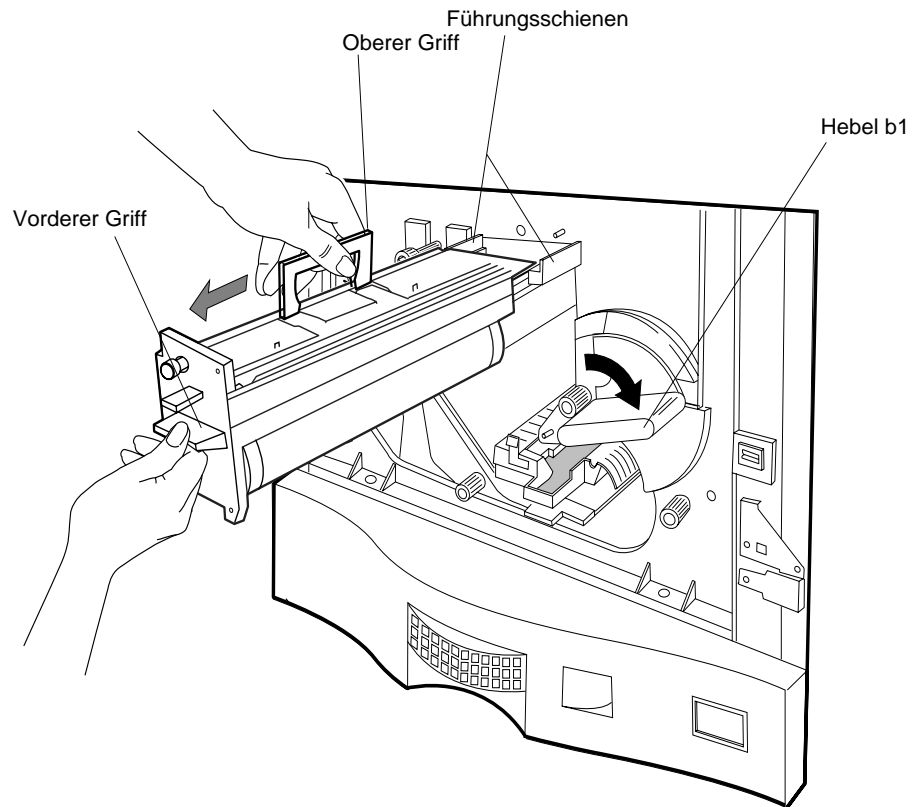

Abbildung 4-26 Entfernen der Trommel
2. Drehen Sie den Hebel b1 gegen den Uhrzeigersinn, wie in Abbildung 4-26 gezeigt.
3. Ziehen Sie die Trommel an den Griffen oben und unten heraus (siehe Abbildung 4-26).